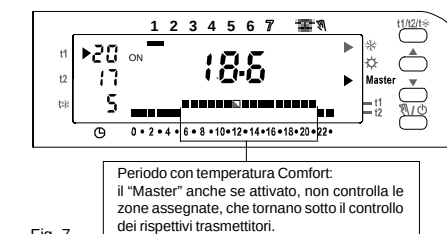

Fig. 7
- nei periodi dove il programma (profilo) presenta il livello di temperatura comfort la termoregolazione non viene più gestita dal master (che continua a gestire la sua zona di abbinamento) ma dai trasmettitori abbinati alle singole zone. Sul display resta comunque presente l'indice "► | Master" (fig. 7).